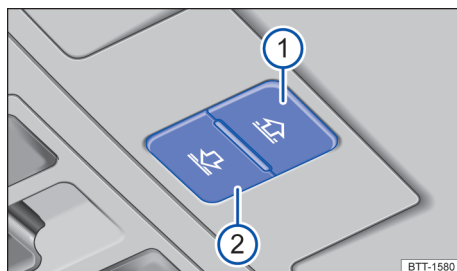

图 78 顶篷上：遮阳卷帘按钮
按钮 → 图 78 ① 和 ② 有两挡。第一挡可将遮阳卷帘完全或部分打开或关闭。